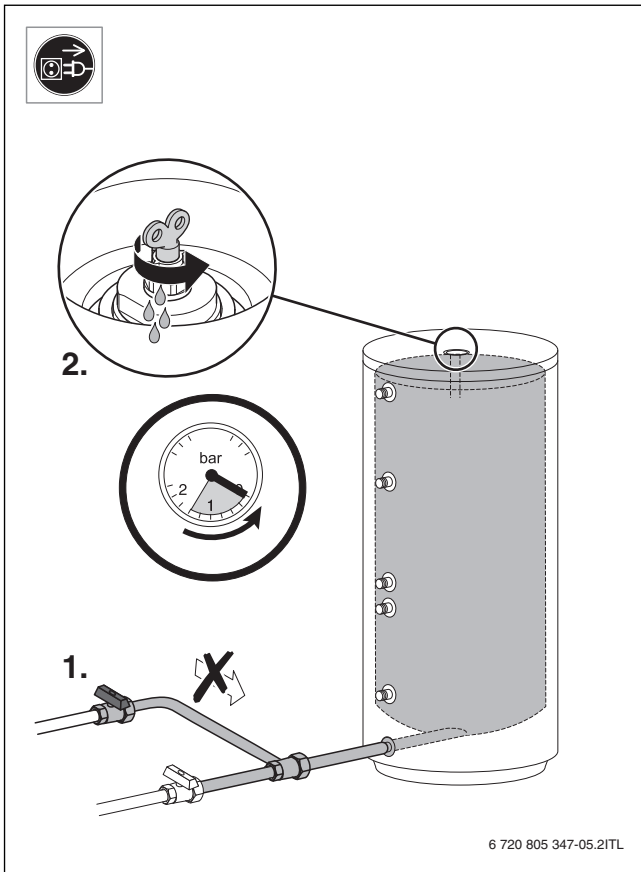

Fig. 19
- ▶ Absperrventile schließen (→ Fig. 19, Seite 12).
- ▶ Speicher absperren und ein Entlüftungsventil öffnen (→ Fig. 19, Seite 12).